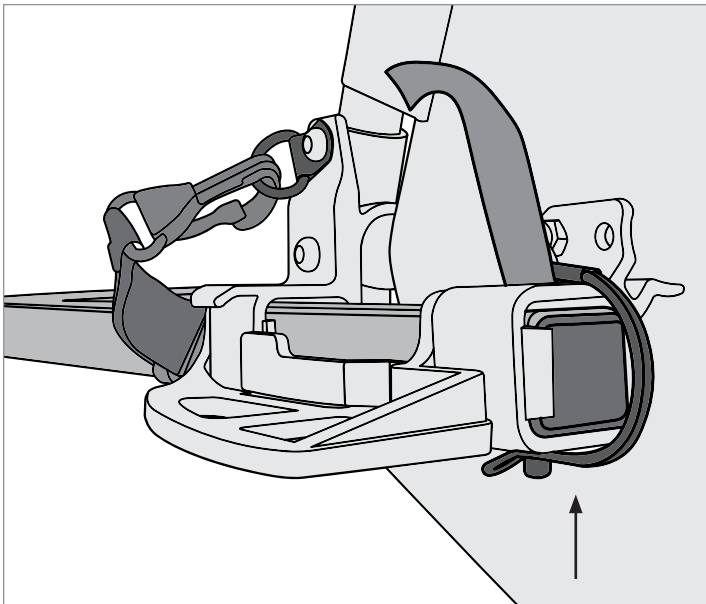

Figure 9
3. Make sure the retaining pin has locked properly as shown (Figure 9 & 10).
3. Bitte vergewissern Sie sich, dass der Halterungsstift fest sitzt, gemäß der Abbildung (Abbildung 9+10).
3. Vérifiez que la tige de retenue est bien fermée, comme illustré (Figure 9 & 10).